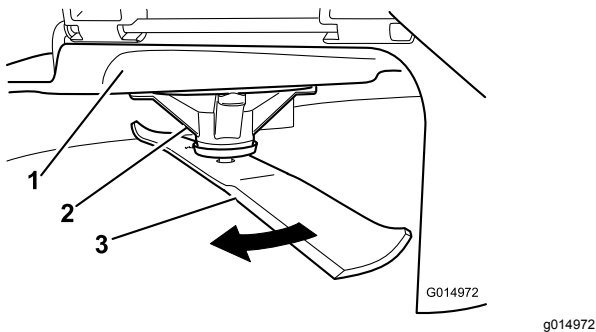

Figura 53
- Llevando guantes fuertemente acolchados u otro tipo de protección apropiada para las manos, gire la cuchilla lentamente hasta una posición que permita medir la distancia entre el filo de corte y la superficie nivelada en la que descansa la máquina (Figura 53).